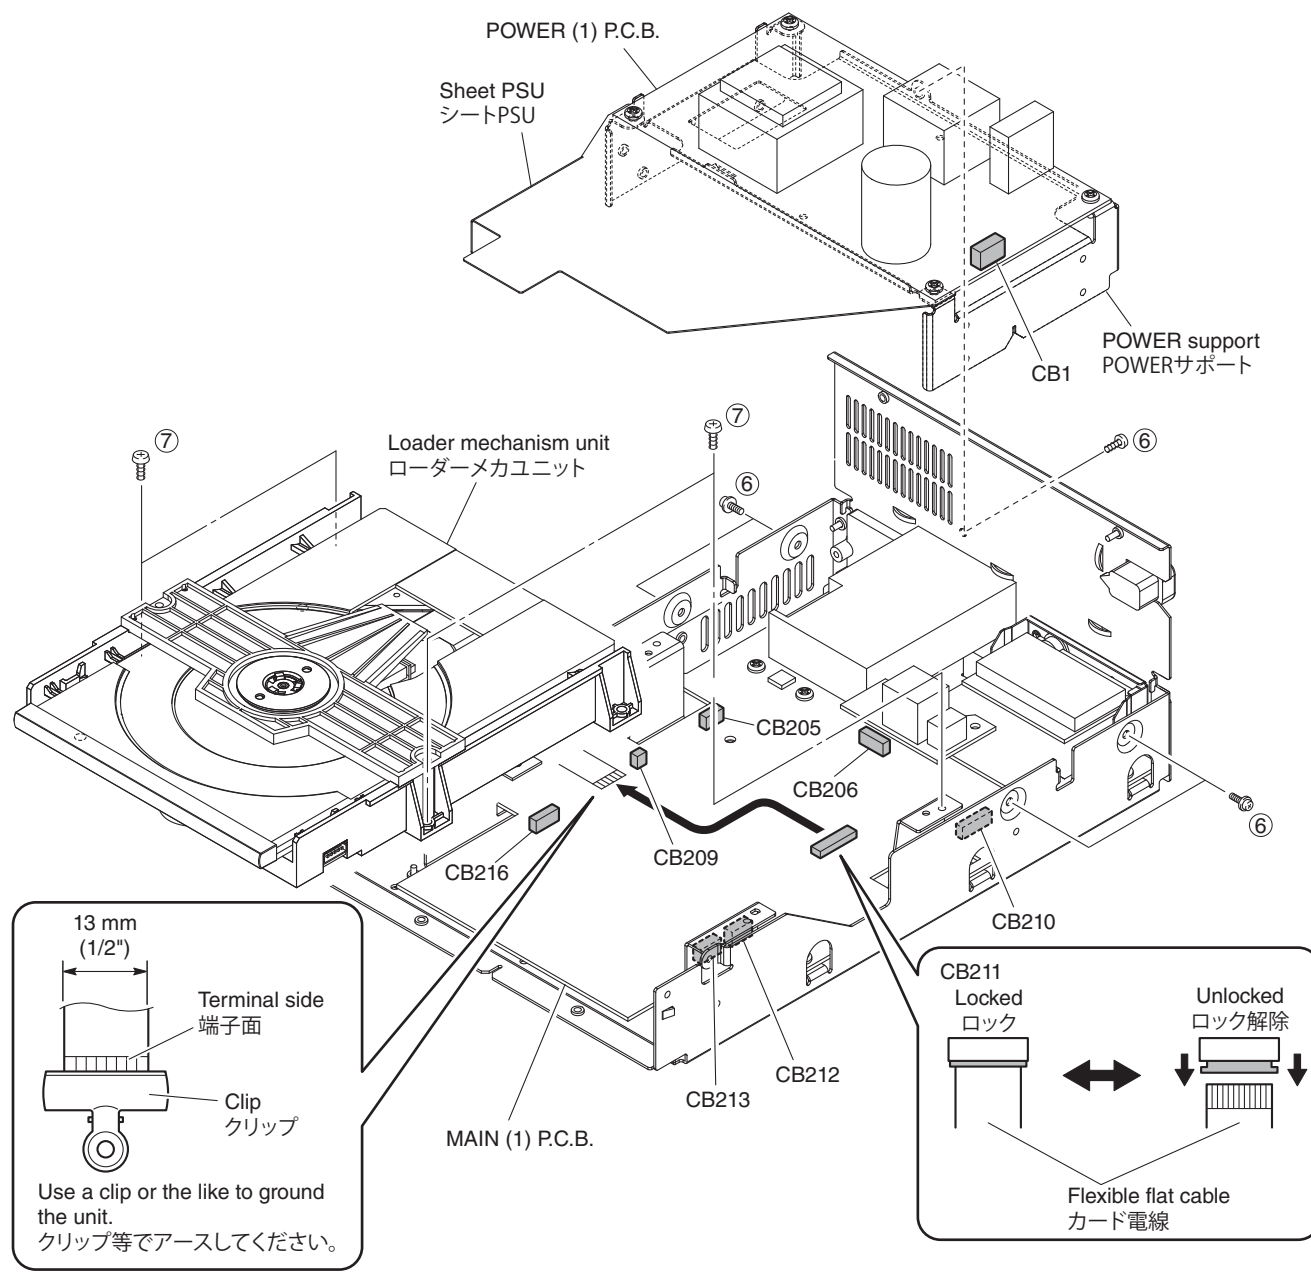

Fig. 2
3. Removal of Loader Mechanism Unit and POWER (1) P.C.B.
- Remove 5 screws (⑥). (Fig. 2)
- Lift the POWER (1) P.C.B. and POWER support together. (Fig. 2)
- Remove 4 screws (⑦). (Fig. 2)
- Lift the loader mechanism unit. (Fig. 2)
- Remove CB212 and CB213. (Fig. 2)
- Unlock and remove CB211 and ground the terminal side of the flexible flat cable with a clip or the like. (Fig. 2)
- Remove CB1, CB205, CB206, CB209, CB210 and CB216. (Fig. 2)
- Remove the POWER (1) P.C.B. and POWER support together. (Fig. 2)
3. ローダーメカユニット、POWER (1) P.C.B. の外し方
- ⑥のネジ5本を外します。(Fig. 2)
- POWER (1) P.C.B. と POWER サポートを一緒に持ち上げます。(Fig. 2)
- ⑦のネジ4本を外します。(Fig. 2)
- ローダーメカユニットを持ち上げます。(Fig. 2)
- CB212、CB213 を外します。(Fig. 2)
- ロックを解除してCB211を外し、カード電線の端子面をクリップ等でアースします。(Fig. 2)
- ローダーメカユニットを取り外します。(Fig. 2)
- CB1、CB205、CB206、CB209、CB210、CB216を外します。(Fig. 2)
- POWER (1) P.C.B. と POWER サポートを一緒に取り外します。(Fig. 2)